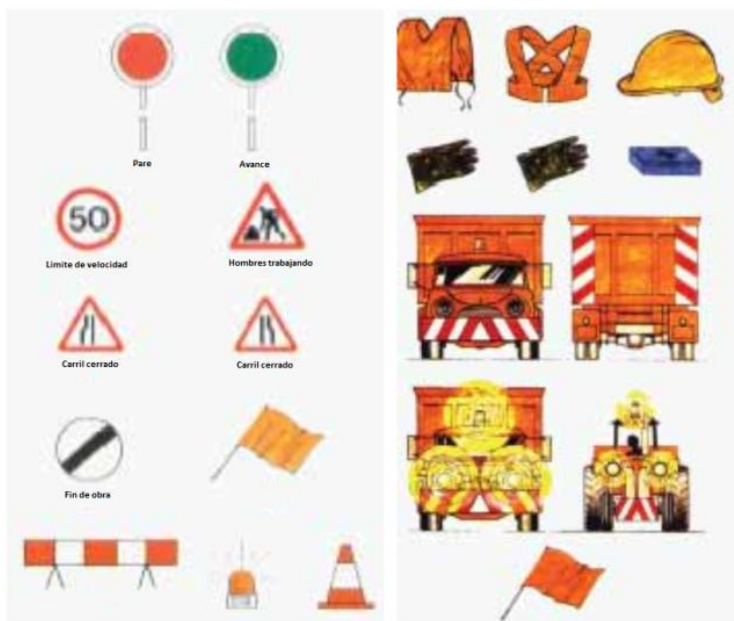

Figura 5 - Señalética de obra y control de tráfico
- Herramientas y señalética de obra necesaria. (Ver figura 5, 6 y 7)